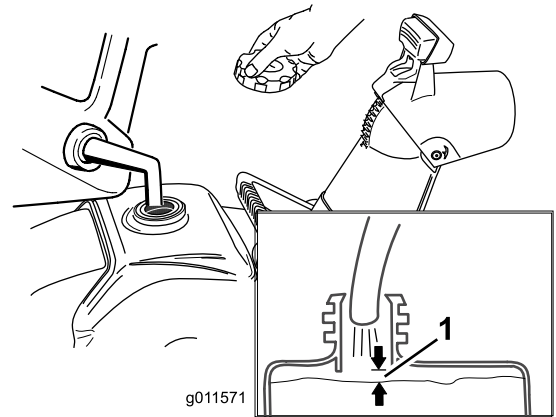

Figure 13
1. Ne remplissez par le réservoir de carburant excessivement (voir Figure 13) et vissez solidement le bouchon du réservoir.